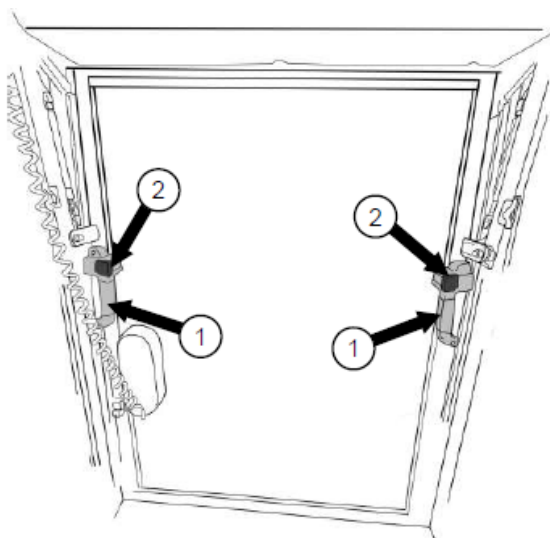

Рисунок 3.5 Открытие заднего окна
- Возьмитесь обеими руками за ручки (1) справа и слева от заднего окна, большими пальцами нажмите на кнопки (2) на рукоятках, потянув окно на себя см. рис. 3.5.